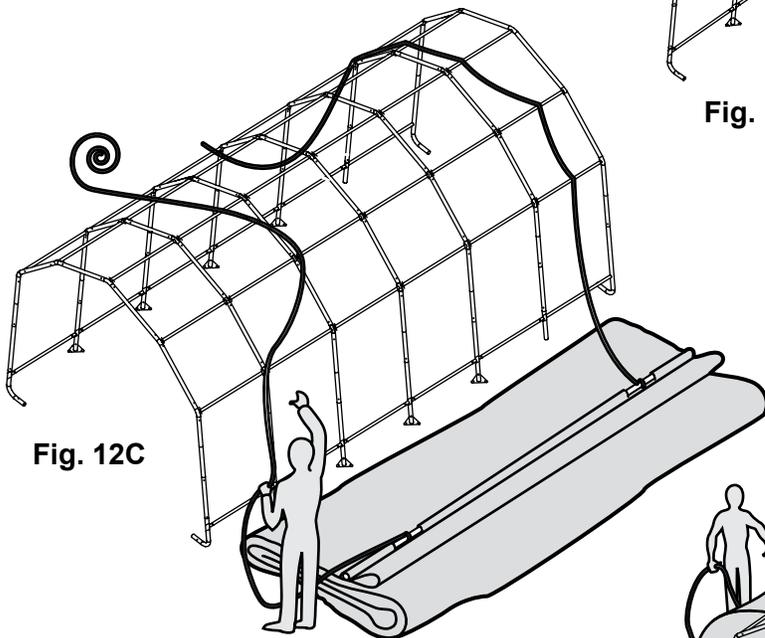

Fig. 12C
3. Attacher une corde sur chaque parti exposer des tubes, et lancer l'autre bout de la corde de par dessus la charpente. Fig. 12C